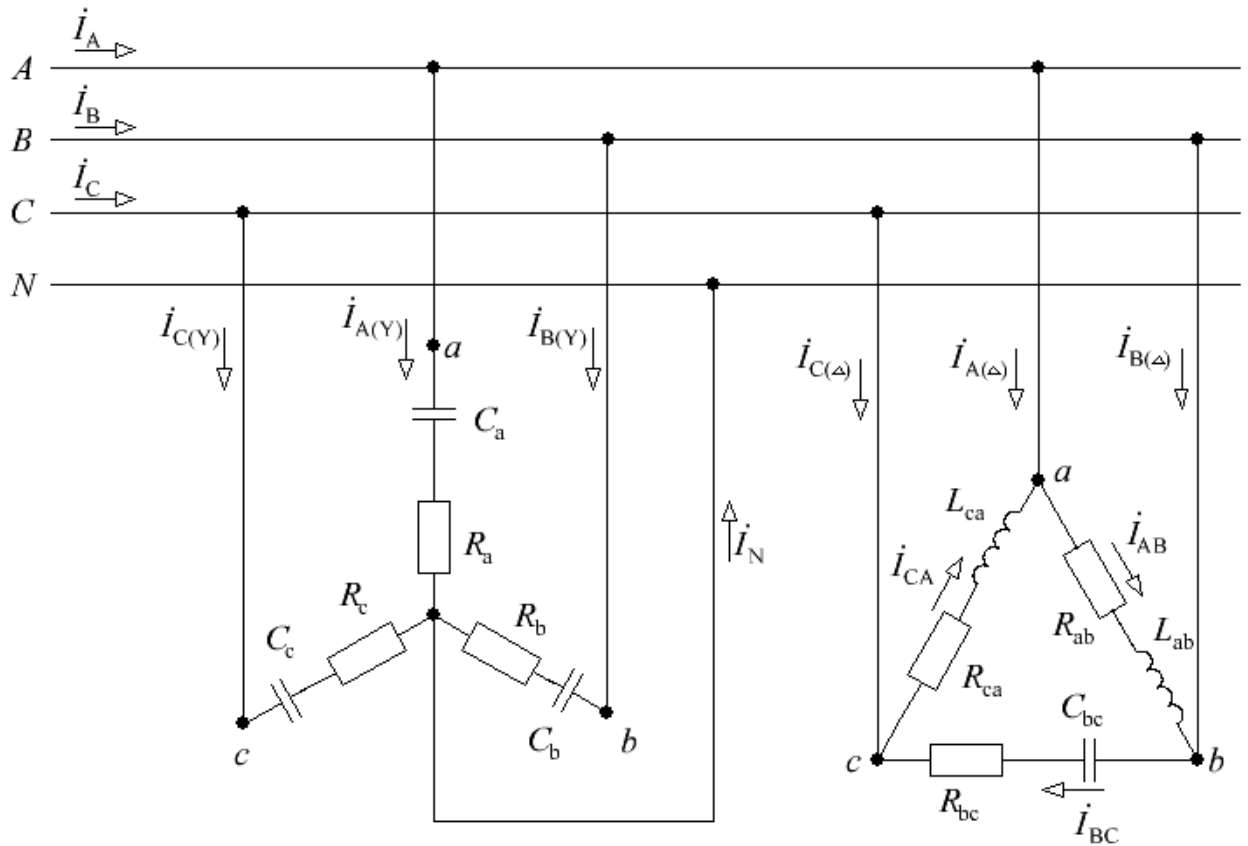

Рисунок 12 – Схема электрической цепи
1. Составим согласно исходных данных схему электрической цепи (см. рис. 12).